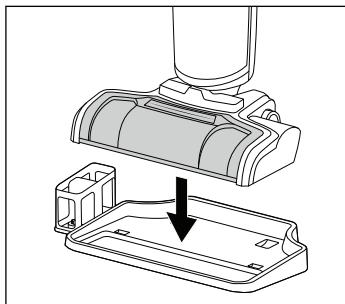

Fig. 45
- ♦ Transporte el aparato exclusivamente por el asa de transporte **⑯**.
- ♦ Para guardar el aparato, colóquelo sobre la base **④** de la estación de soporte y limpieza (consulte la fig. 45).